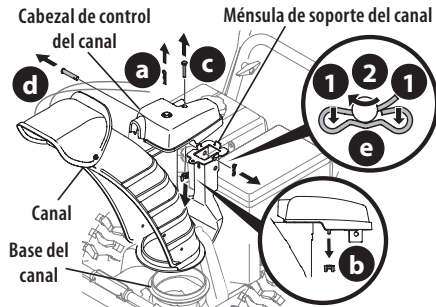

Figura 29
1. Retire el pasador de chaveta (a), la tuerca de mariposa (o tuerca de seguridad si instalada) (b) y el tornillo hexagonal (c) del cabezal de control del canal. Extraiga el pasador de horquilla (d) y el pasador de chaveta con unión curva (e) de la ménsula de soporte del canal (Figura 29).